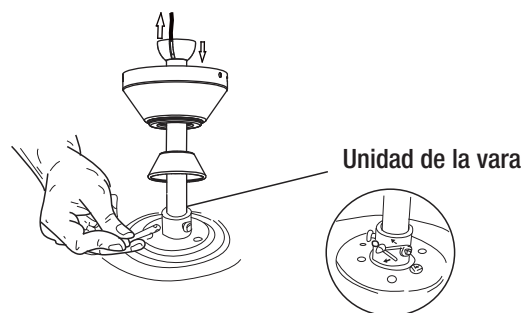

Figura 6
- Empuje el pasador (CC) a través del eje del motor y de los orificios de la vara (Figura 6). El extremo de inserción del pasador es de forma cónica, con un diseño especial, de forma que pasaría empujando sin dañar los cables dentro de la vara. Asegure el pasador (CC) insertando el pasador de chaveta (DD) y doblando los extremos para evitar que se salga de los orificios (Figura 6).
- Asegure la barra de suspensión y la varilla de extensión ajustando los tornillos de la barra de suspensión (Figura 6).